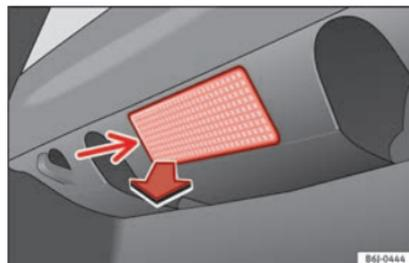

Abb. 205 Gepäckraumleuchte*
- Das Lampenglas der Glühlampe durch Druck mit einem Schraubendreher auf dessen Unterkante (Pfeil) abnehmen » Abb. 205.